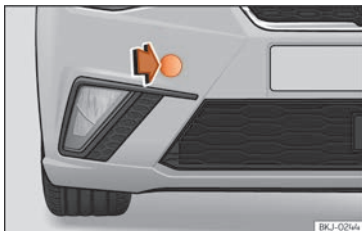

Fig. 45 Parte direita do para-choques dianteiro: retirar a tampa.
O alojamento para a argola de reboque enroscável encontra-se na parte direita do para-choques dianteiro, atrás de uma tampa » **Fig. 45**.
- Retire a tampa fazendo pressão na zona esquerda da mesma e deixe-a pendurada no veículo » **Fig. 45**.